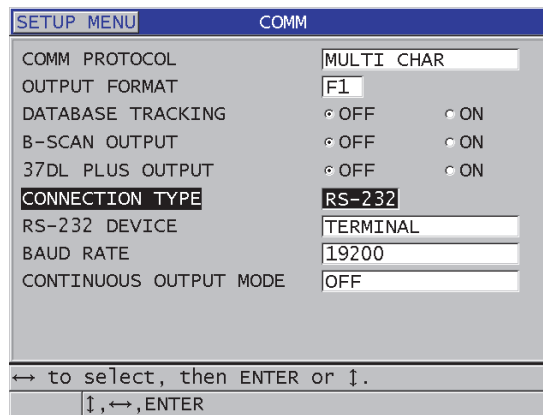

Figura 14-3 Pantalla de los parámetros de comunicación
7. En la pantalla **COMANDO** (COMM) [ver Figura 14-3 en la página 284]: